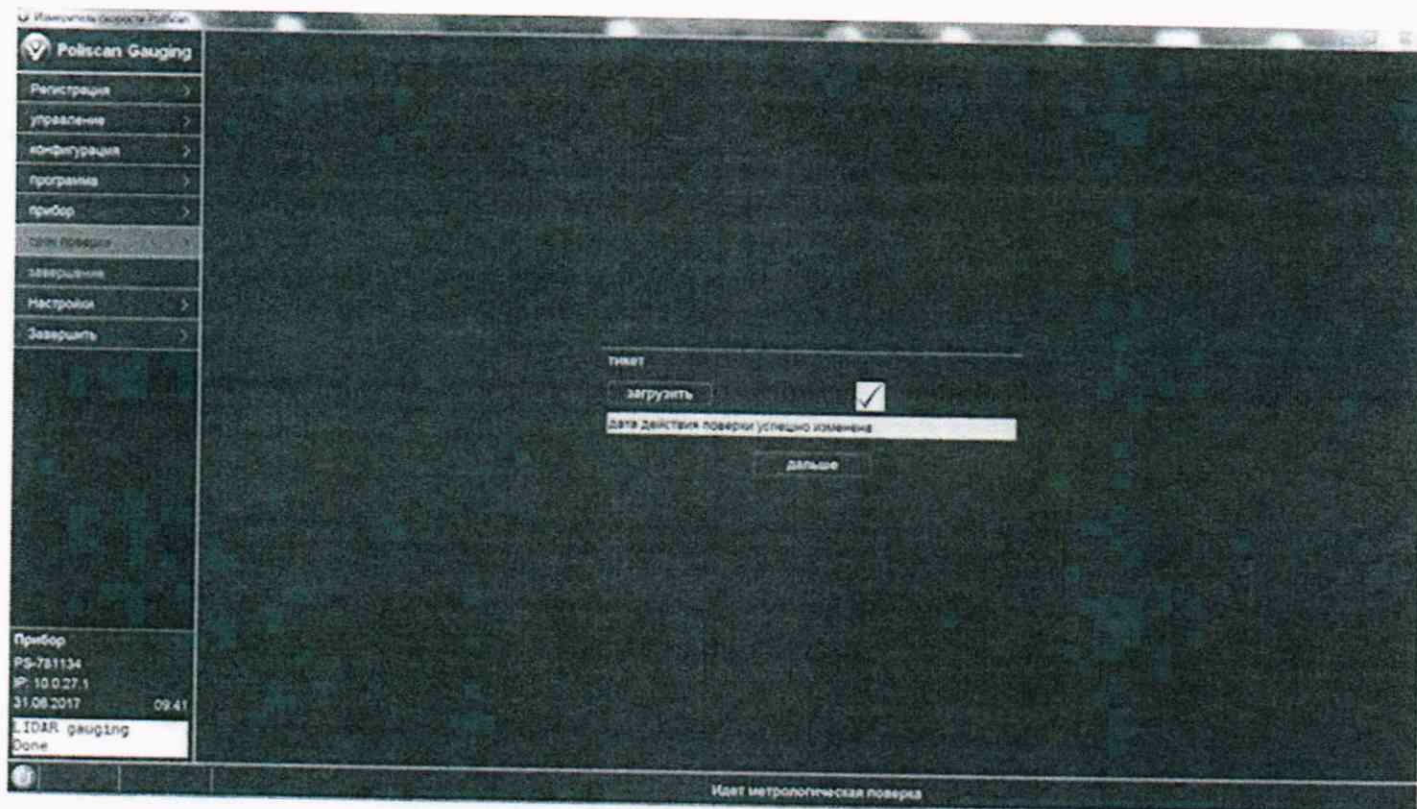

Рисунок 7
- нажать кнопку «дальше», чтобы продолжить (рисунок 7).